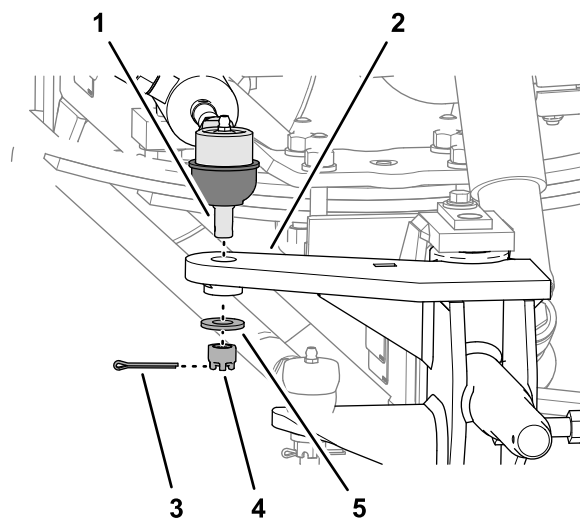

Figure 5
1. Retirez la goupille fendue qui fixe l'écrou crénelé à l'embout de biellette de direction du vérin de direction, et retirez l'écrou crénelé et la rondelle de butée (Figure 5).
2. Séparez l'embout de biellette de direction du vérin du bras de direction vérin de la fusée gauche (Figure 5).